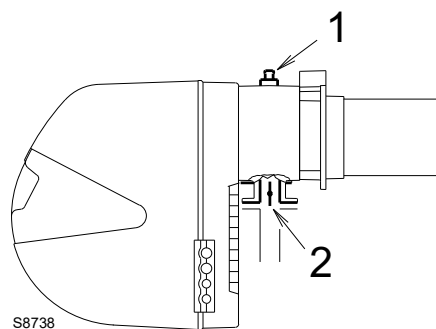

Abb. 22
Gasdruck gemessen an Anschluss 1)(Abb. 22 auf Seite 26), mit:
- Ziehen Sie vom Gasdruck am Anschluss 1)(Abb. 22 auf Seite 26) den Druck in der Brennkammer ab.
Gasdruck an der Entnahmestelle 1)(Abb. 22) = 12,7 mbar
Zur Ermittlung des für den an der Entnahmestelle 1)(Abb. 22), erforderlichen Gasdrucks, nachdem die gewünschte Leistung des Brenners festgelegt wurde:
- Rechts, den Druck an der Entnahmestelle 1)(Abb. 22) ablesen
erforderlicher Druck an der Entnahmestelle 1)(Abb. 22).